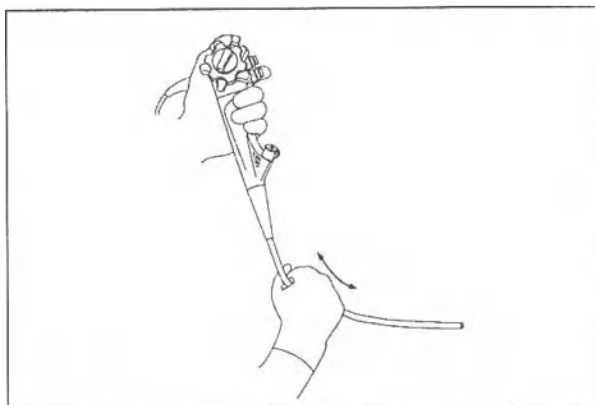

Рисунок 3.2.
4. Осторожно удерживая одной рукой вводимую трубку, тщательно проведите пальцами по всей длине вводимой трубки в обоих направлениях (см. Рисунок 3.2.). Убедитесь в том, что из вводимой трубки не выступают объекты или металлические провода. Также убедитесь в том, что вводимая трубка не является необычно жесткой.